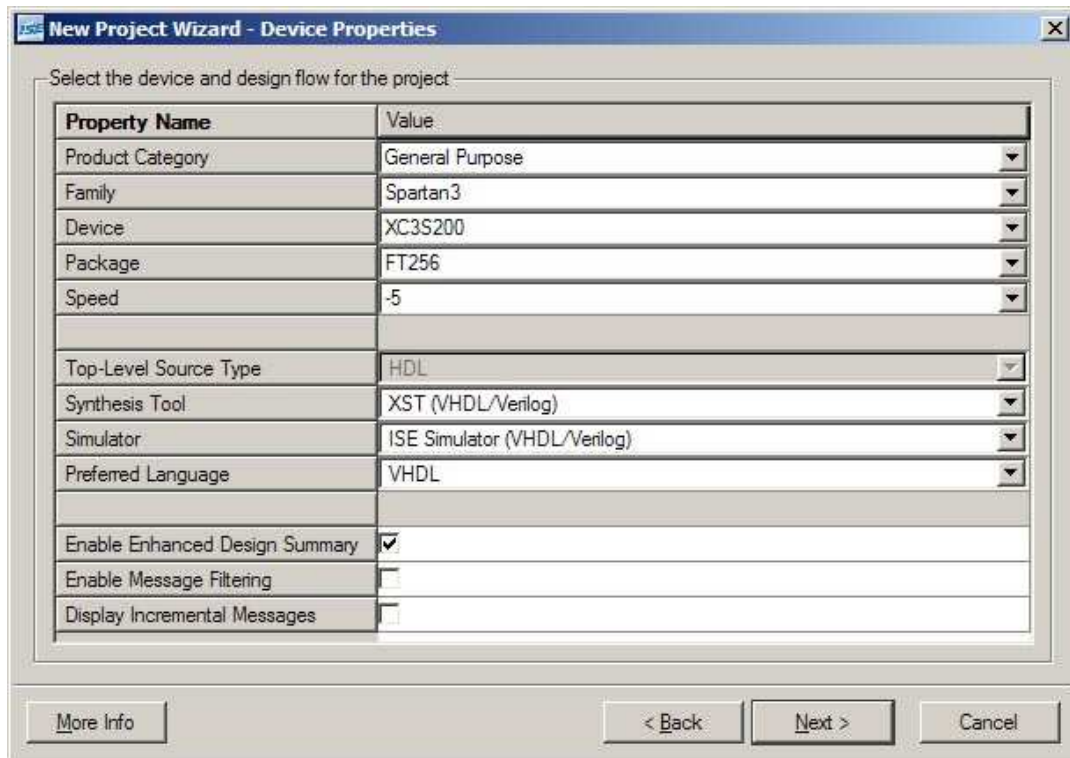

Abbildung 11: Projekteigenschaften für Spartan-3 Board einstellen
- Ein neues Projekt anlegen (Menü *File > New Project*). Im folgenden Dialog einen Projektname und -verzeichnis und als *Top-level source type* HDL auswählen. Achtung: Keine Dateinamen und -Pfade mit Sonderzeichen (wie z.B. Leerzeichen) wählen! Auf *Next* klicken. Nun muss der FPGA korrekt eingetragen werden, in Abbildung 11 sind die Daten für das Spartan-3 Board gezeigt.